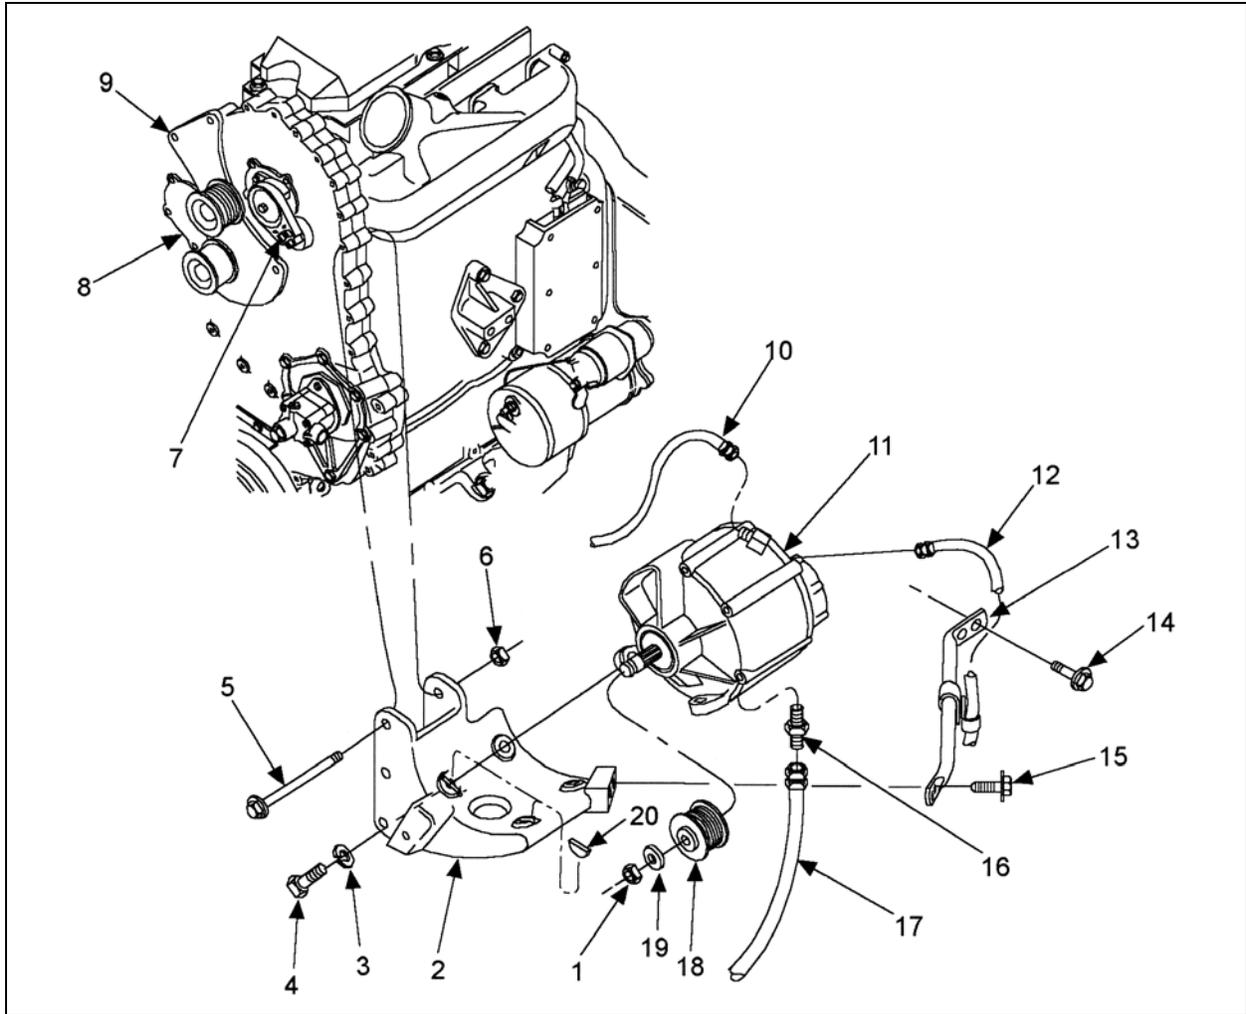

FIGURE 4 : ALTERNATEUR DELCO, INSTALLATION ACTUELLE
4. Si un tendeur à ressort est installé (comme à la figure 4), utiliser une poignée articulée avec un carré d'entraînement de  $\frac{3}{4}$  pouces pour pivoter le tendeur vers le haut et ainsi libérer la tension de la courroie d'entraînement des alternateurs. Retirer la courroie.